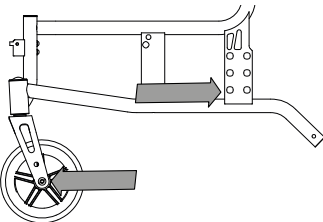

Abb. 43
- ▼ Sitthöjd 470 mm - länkhjul med diameter 8" (200 mm) och hjulaxeln i det undre gaffelhålet (bild 43)